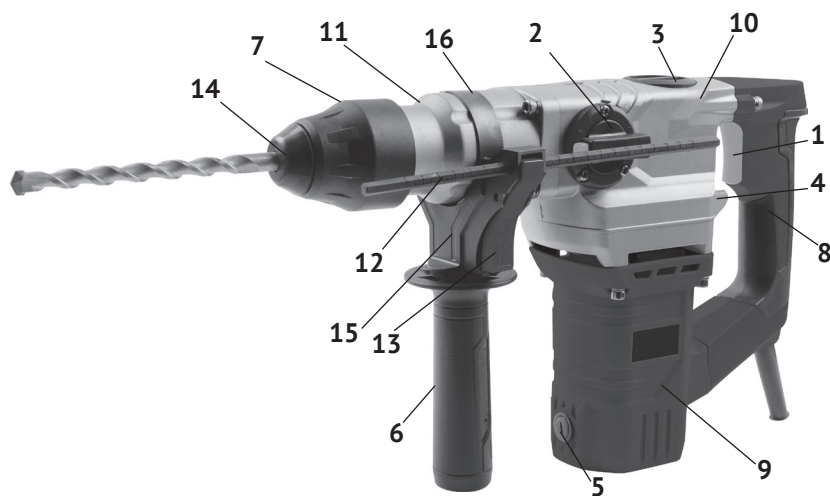

рис. 1
1.6 Общий вид перфоратора представлен на рис.1:
1.7 Перфоратор состоит из вертикально расположенного коллекторного двигателя в пластиковом корпусе (рис.1 поз.9) и шестерёнчатого редуктора с кривошипно-шатунным механизмом, расположенных в металлическом корпусе (рис.1 поз.10). Крутящий момент с якоря электродвигателя через систему шестерён, передаётся на вал с патроном SDS – plus (рис.1 поз.7), расположенный перпендикулярно оси двигателя. Вертикальное расположение двигателя упрощает конструкцию редуктора, что приводит к увеличению ресурса перфоратора. Кривошипно-шатунный механизм приводит в действие пневматический ударный механизм перфоратора. На корпусе редуктора, со стороны рукоятки (рис.1 поз.8), расположен переключатель режимов (рис.1 поз.4) работы: «сверление с ударом» или «сверление» (отключён ударный механизм).
В зависимости от вида выполняемой работы, в патрон SDS – plus вставляется необходимая насадка (пика, долото, бур) с соответствующим хвостовиком, или переходник SDS-plus/сверлильный патрон для установки сверлильного патрона (не входят в комплект поставки), если необходимо работать только в режиме «сверление». Дополнительная рукоятка (рис.1 поз.6) хомутом суппорта (рис.1 поз.16) крепится на корпусе ствола (рис.1 поз.11). Фиксируется, закручиванием рукоятки по часовой стрелке, в любом положении (от 0° до 360°), что удобно пользователю, как «правше», так и «левше».
В отверстие суппорта (рис.1 поз.15) дополнительной рукоятки вставляется, при необходимости, стержень-ограничитель глубины сверления (рис.1 поз.12). Пластиковый стержень имеет метрическую разметку для удобства установки необходимой глубины просверливаемого отверстия.
1.8 Клавиша выключателя (рис.1 поз.1) расположена в передней части основной рукоятки (рис.1 поз.8), крепящейся: к корпусу двигателя – нижней частью и к редуктору – верхней частью. Включение/отключение инструмента осуществляется нажатием/отпусканьем клавиши выключателя.
Сбоку, на корпусе редуктора (рис.1 поз.10) расположен переключатель режимов работы (рис.1 поз.2). Он фиксируется в одном из двух положений по горизонтали, отмеченных символами на корпусе редуктора: «сверло с молотком» (вперёд) - сверление с ударом, «молоток» (назад) - долбление (без вращения). Нажав фиксатор в торце ручки переключателя, поворотом ручки со стрелкой, совместить с нужным символом. Достигнув нужного положения, фиксатор (со щелчком) отжимается, фиксируя ручку в выбранном режиме.
В верхней части редуктора находится пластиковая крышка смазочного окна (рис.1 поз.3). Перед каждым использованием инструмента необходимо отвернуть крышку, проверить наличие смазки на кривошипно-шатунном механизме, при необходимости добавить из ёмкости, входящей в комплект поставки.
На редукторе, ниже клавиши выключателя, находится переключатель режимов работы (рис.1 поз.4) с двумя фиксированными положениями: «сверло с молотком» - сверление с ударом и «сверло» - сверление (отключение ударного механизма). Соответствующие символы нанесены на корпусе редуктора.
2.2.1 Выбрать насадку, для предполагаемого вида работы и зафиксировать её в патроне. Для установки нужной насадки: отвести, преодолевая сопротивление пружины, втулку патрона (рис.1 поз.7) назад, вставить, находя нужное положение поворотом вокруг своей оси, насадку в патрон (приблизительно на 40 мм), отпущенная втулка, смещаясь вперёд за счёт пружины, зафиксирует насадку в патроне.
- при необходимости, в отверстие суппорта (рис.1 поз.15), вставить стержень-ограничитель глубины сверления (рис.1 поз.12) ребристой плоскостью от инструмента, нажав на кнопку фиксации (рис.1 поз.13);
хомут (рис.1 поз.16) вращением рукоятки по часовой стрелке.
- включение перфоратора осуществляется нажатием на клавишу выключателя (рис.1 поз.1);
- при работе в режиме сверление без удара, переключатель (рис.1 поз.4) установить в положении «сверло», а переключатель (рис.1 поз.2) в положении «сверло с молотком». При этом режиме перфоратор может работать с патроном SDS – plus, но, как правило, устанавливается ключевой патрон;
- при работе в режиме сверление с ударом, переключатель (рис.1 поз.4) в положении «сверло с молотком», и переключатель (рис.1 поз.2) в положении «сверло с молотком»;
- при работе в режиме долбление, переключатель (рис.1 поз.4) в положении «сверло с молотком», а переключатель (рис.1 поз.2) в положении «молоток».
3.2 Для замены щёток необходимо открутить крышки щёткодержателей (рис.1 поз.5), расположенные с двух сторон в нижней части корпуса двигателя. Вынуть щётки из щёткодержателей и заменить их новыми. Щётки следует заменять парой для обеспечения равной степени их давления на коллектор якоря.